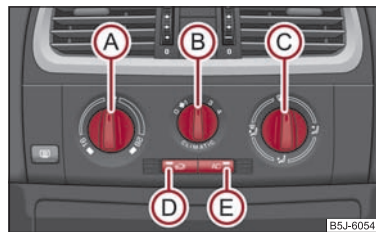

Abb. 89 Climatic: Bedienungselemente ▶
- Drücken Sie die Taste  $\Rightarrow$  Seite 84, Abb. 89, in der Taste leuchtet die Kontrollleuchte auf.
Wenn der Luftverteilungsregler in der Position  $\Rightarrow$  Seite 84, Abb. 89 steht, wird der Umluftbetrieb automatisch ausgeschaltet. Durch wiederholtes Drücken der Drucktaste können Sie auch in dieser Stellung den Umluftbetrieb wieder einschalten.
Die Klimaanlage arbeitet, wenn der Schalter  ⇒ Seite 84, Abb. 89  gedrückt ist und folgende Bedingungen erfüllt sind:
- Drehen Sie den Drehregler **(A)** ⇒ Abb. 89 nach rechts, um die Temperatur zu erhöhen.
- Drücken Sie die Taste  **(E)** ⇒ Abb. 89. In der Taste leuchtet die Kontrollleuchte.